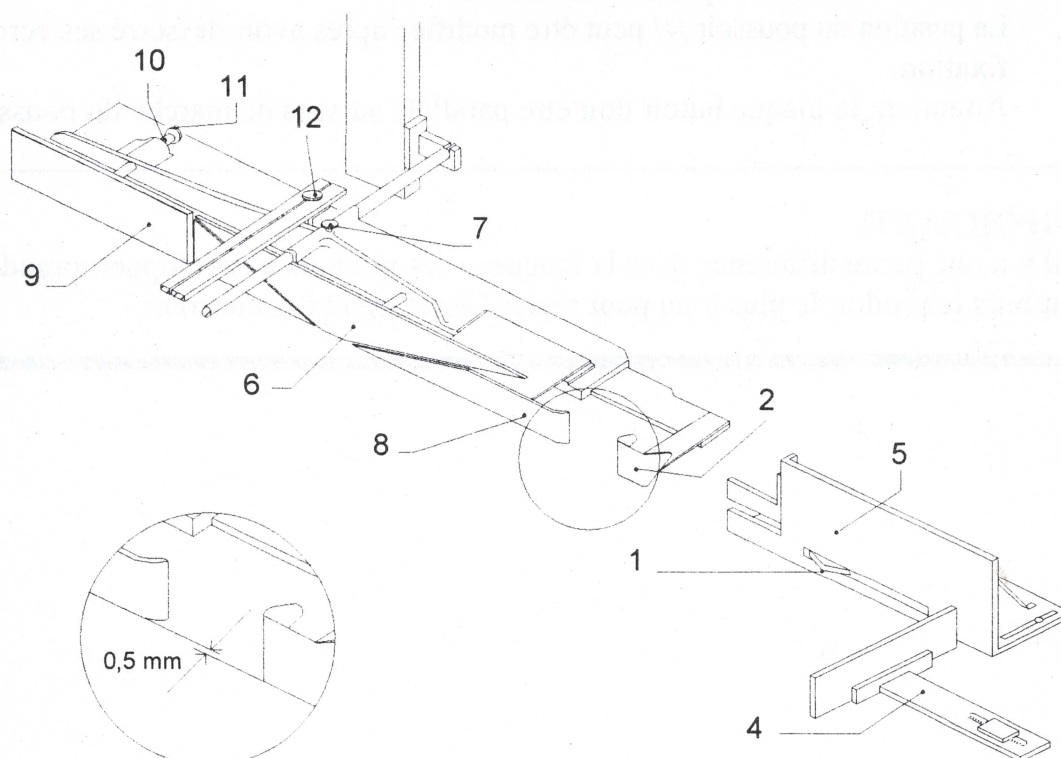

FIG.: 8.1
- a) Monter les segments de pliage [8, FIG.: 8.1] sur les consoles.